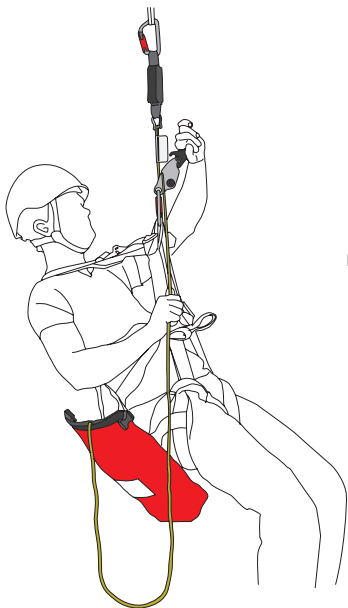

Fig. 2
3. Fixe o descensor a um ponto de fixação frontal do arnês fig 2 - (o ponto de fixação EN813 baixo no arnês é recomendado) com o mosquetão. Assegure-se de que ambos os mosquetões se trancaram completamente.